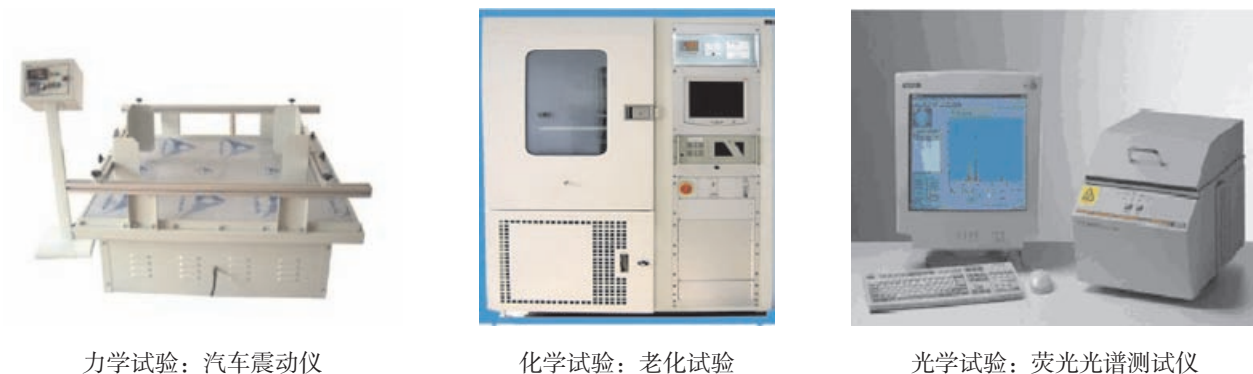

图3-9 技术试验的专业分类
1. 按专业分，如按物理专业分为力学试验、电学试验、光学试验（如图3-9）等，也可以按化学专业、生物专业等不同的专业领域来划分技术试验的种类。